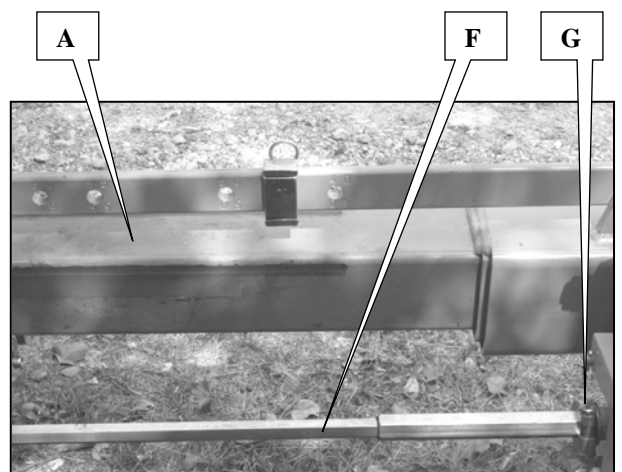

Fig. 3
- Graisser légèrement les parties télescopiques (A et B fig. 1 et 3), les glissières des éléments n°3 et n°4 (C fig.1 et 2) et les arbres 6 pans (F fig. 3).